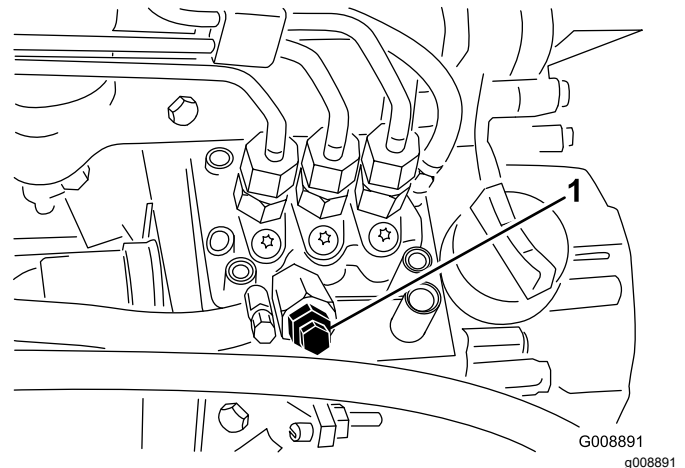

Figura 39
4. Abra el tornillo de purga de aire de la bomba de inyección de combustible (Figura 39).